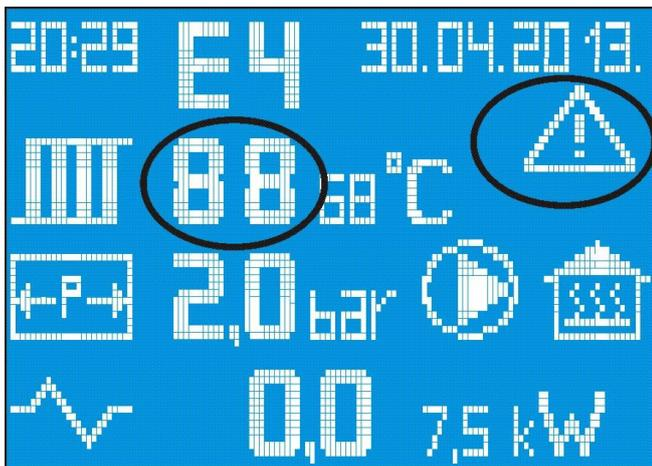

Abb. 20 Warnungen im Bezug auf die Temp.
- Wenn die Temperatur im System weniger als 5 ° C oder mehr als 80 ° C beträgt, blinkt der aktuelle Temperaturwert. Es wird ein Warndreieck angezeigt, das kontinuierlich blinkt und Warncodes anzeigt (Abbildung 20)